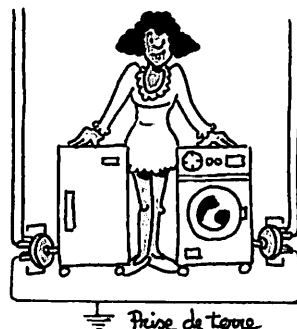

Fig. 17 : Deux masses accessibles simultanément sont reliées à la même prise de terre.
b) Deux masses accessibles simultanément doivent être reliées à la même prise de terre (fig. 17).